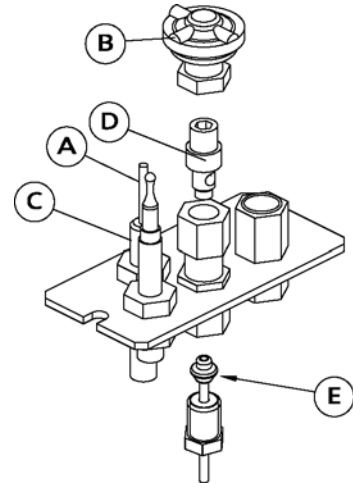

Fig.8
- Als de waakvlam nog steeds niet gaat branden nadat u alle lucht uit de leidingen hebt verwijderd, duidt dit op een probleem met het gasreservoir of op een lekkende gasleiding. Controleer de gasdruk volgens de instructies in de sectie «6.o Gasleidingen aanleggen» en ga na of het defect of de lekkage zich vóór of na de gasklep van de haard bevindt. Als de gasdruk bij meetpunt (A -fig. 8) te laag is, of als er helemaal geen gasdruk is, bevindt het defect of de lekkage zich vóór de klep. Als de gasdruk goed is bij meetpunt A, maar te laag is bij opening B, bevindt het defect of de lekkage zich na de klep.